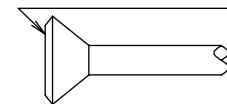

Fig. 14
- Ao ligar a porca de alargamento, revista a secção de alargamento (apenas internamente) com óleo éter ou óleo éster, rode três ou quatro vezes e, depois, aparafuse. **(Consulte a Fig. 14)**